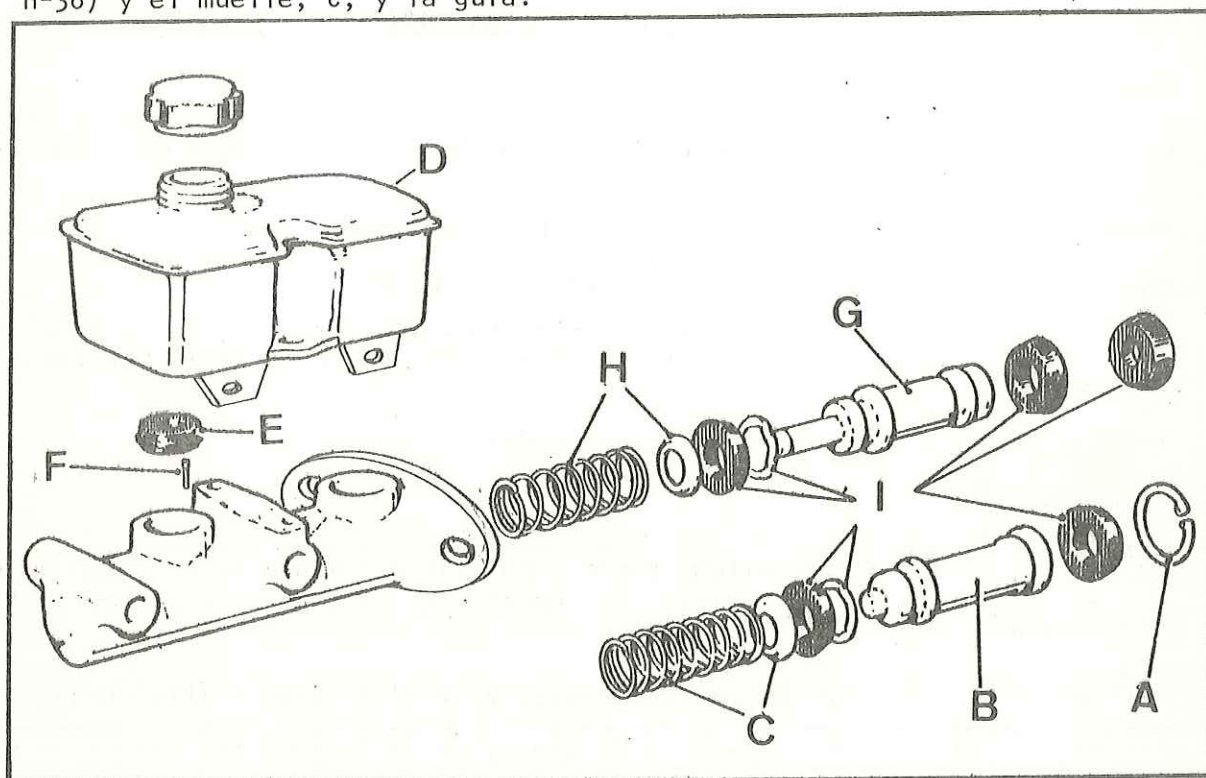

Fig. H-36 Cilindro principal (sistema de doble circuito con servofreno)
4.2. Quitar el fiador, A del extremo del cilindro y aplicar aire a presión suave por la abertura de salida trasera, para expulsar el pistón primario, B, (Fig. H-36) y el muelle, C, y la guía.
- 6.3. Montar los retenes en el pistón secundario y en el primario, según se indica en la Fig. H-36.